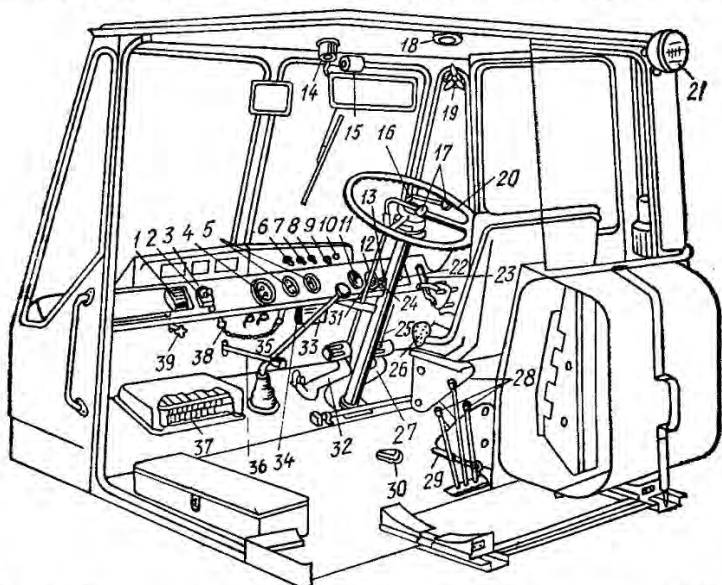

Рис. 9. Органы управления и контрольные приборы трактора Т-150.
колесных тракторах и являются специфическими для гусеничных (рис. 9):
1. Установить в нейтральное положение рычаг 22 (рис. 5) переключения рядов (34 на рис. 9).